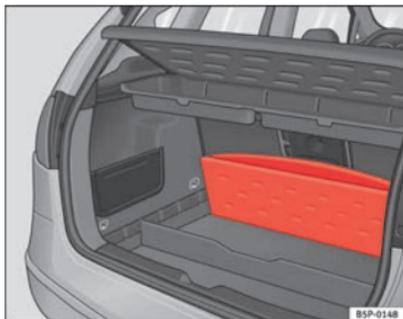

Fig. 105 Portaobjetos variable piso maletero
- Levante el piso del maletero y pliéguelo hacia atrás, hasta su totalidad ⇒ fig. 105.